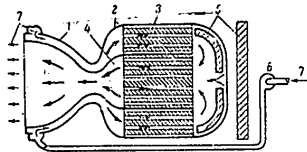

Рис. 4. Принципиальная схема ядерного реактивного двигателя.
ется из сопла, образуя реактивную тягу. На рис. 4 приведена принципиальная схема одного из этих двигателей. Рабочее тело (7) — водород, как обладающий хорошей способностью к ионизации, с помощью насоса подается во внешнюю рубашку сопла (1) и охлаждает ее, испаряясь сам. Нитристый водород поступает в реактор (2), состоящий из урановых стержней и замедлителя-графита. В активной зоне реактора (3) происходит замедленная ядерная реакция, в результате которой в течение длительного времени выделяется большое количество энергии. По мере продвижения водорода по активной зоне происходит его постепенный нагрев и ионизация. Из камеры высокого давления сильно нагретый и ионизированный водород (плазма) с большой скоростью поступает в сопло и выбрасывается из него, образуя реактивную тягу.